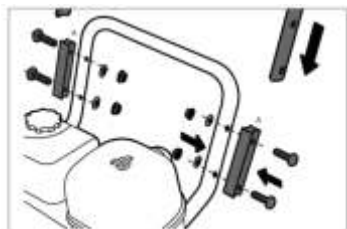

Рис. 4
- Прикрепите верхнюю ручку к нижней ручке с помощью крепежного болта, гайки, шайбы и прокладок (А), которые входят в комплект поставки. (рис. 4).